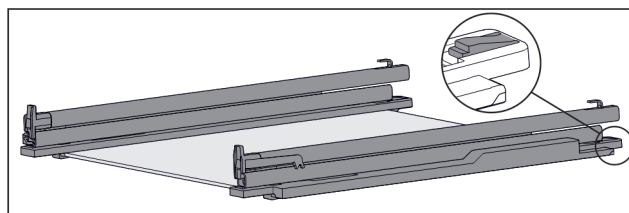

Fig. 116 Sklenená doska s koľajničkami a prídržnými dielmi
- ▶ Potlačte prídržný diel vzadu nadol (pozri Fig. 116) a súčasne posuňte koľajničku dozadu.